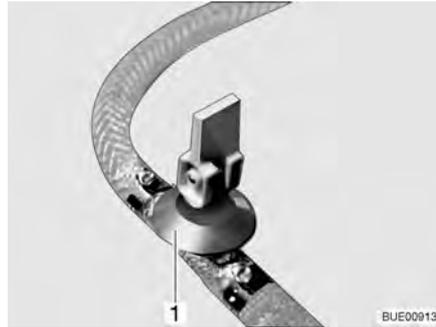

Fig. 149 Rubinetto di scarico
- Chiudere il rubinetto/i rubinetti di scarico. A questo scopo posizionare orizzontalmente la leva a bilanciere (Fig. 149,1).
- Aprire il rubinetto/i rubinetti di scarico (Fig. 149). A questo scopo posizionare verticalmente la leva a bilanciere (Fig. 149,1). Il boiler viene svuotato verso l'esterno.